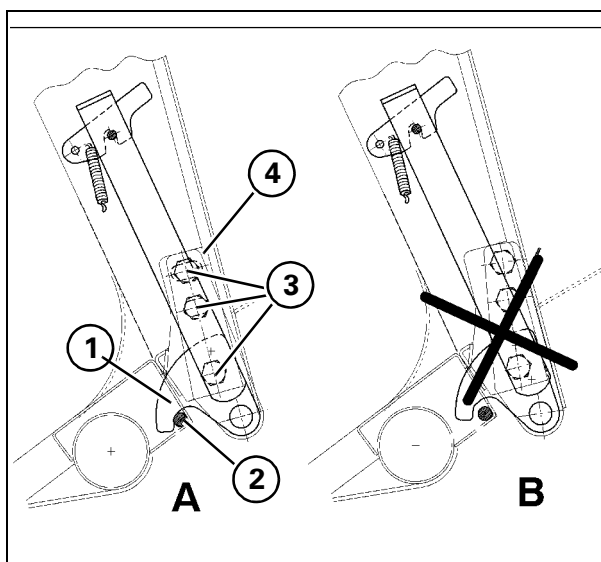
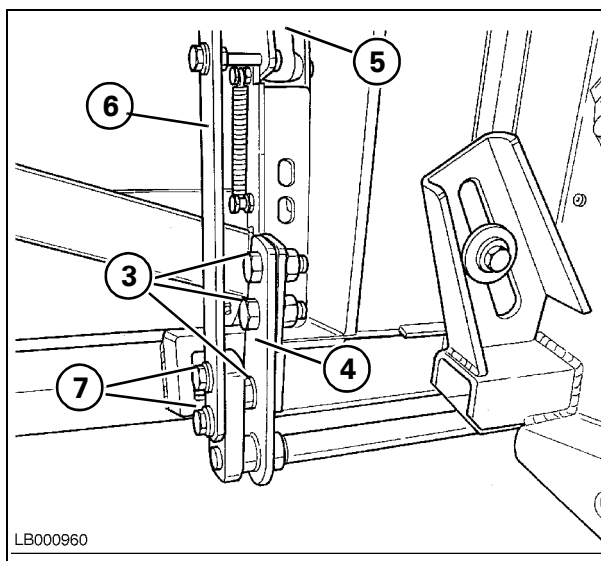

Рис. 8
Рис. 9
((модели MF S) - Рис. 8 – Рис. 9
Если крюк (1) не установлен в нужное положение на стержне (2), как показано на Рис. 8 А, выполнить следующее:
- 1.) Отпустить три винта (3); два верхних винта имеют шлицевое отверстие, а нижний винт с круглым отверстием является опорой (4) для поворотной оси.
- 2.) Повернуть опору (4) в нужном направлении, чтобы крюк (1) полностью охватывал стержень (2), как показано на Рис. 8 А.